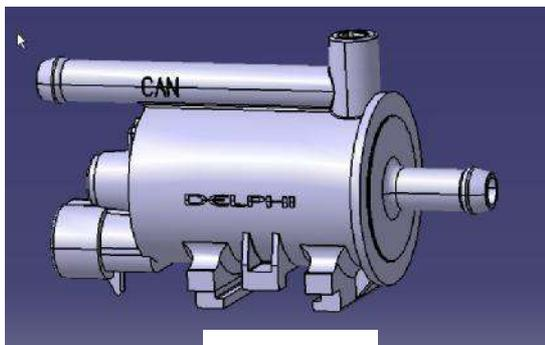

Рис. 314
**Внешний вид и контакты (Рис. 314).**